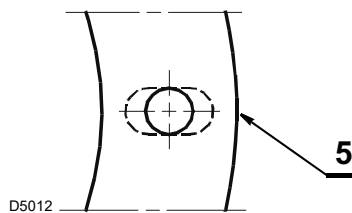

Fig. 10
- allargare, se necessario, i fori dello schermo isolante 5)(Fig. 10), avendo cura di non danneggiarlo.